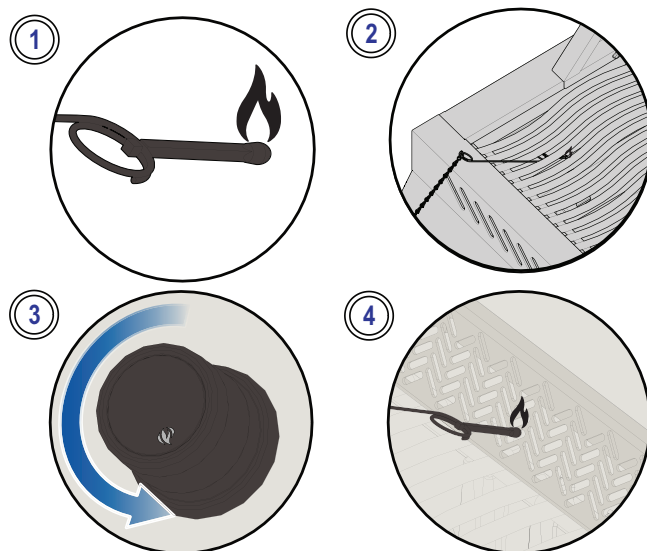

Fig. 3
3. Ruotare nel contempo la manopola del bruciatore corrispondente verso l'alto. **(Fig. 3).**